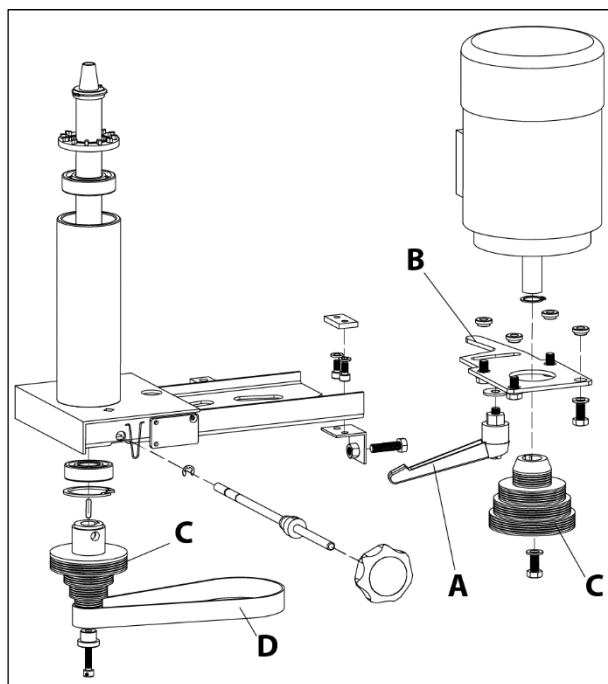

Рисунок 14.
- Ослабьте ручку фиксатора **A** (рис.14).